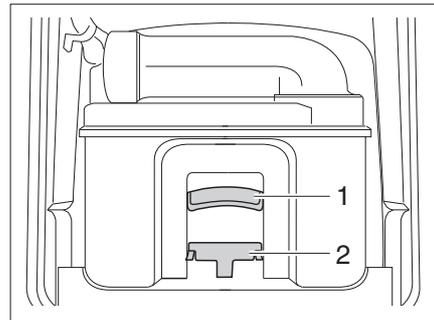

Bild 262 Thetford-Kassette
- Haltebügel (Bild 262,2) nach vorne ziehen um die Toiletten-Kassette zu entriegeln und Kassette am Griff (Bild 262,1) herausziehen.